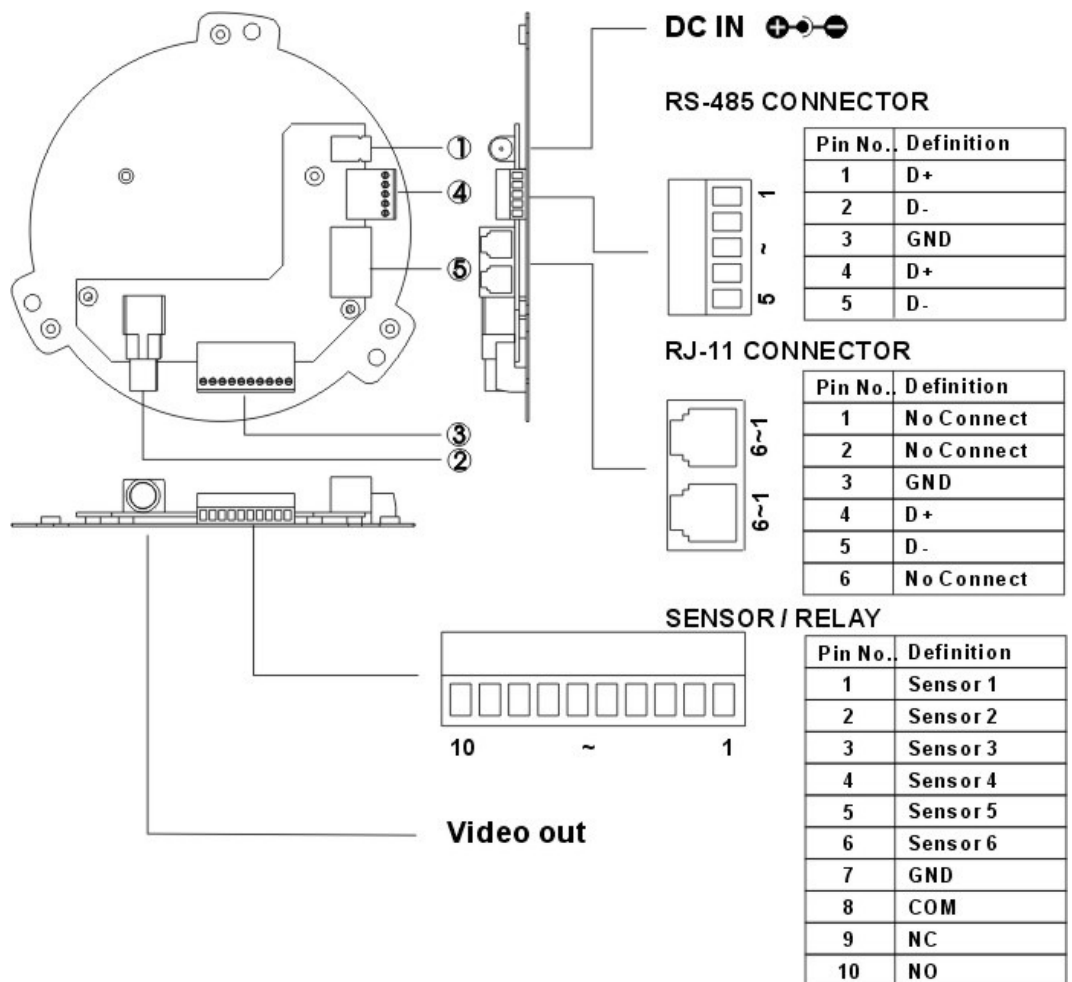

Bild 3
5. Alarm Eingang oder Ausgang / Video Ausgang / Stromeingang (siehe auch Bild 3)